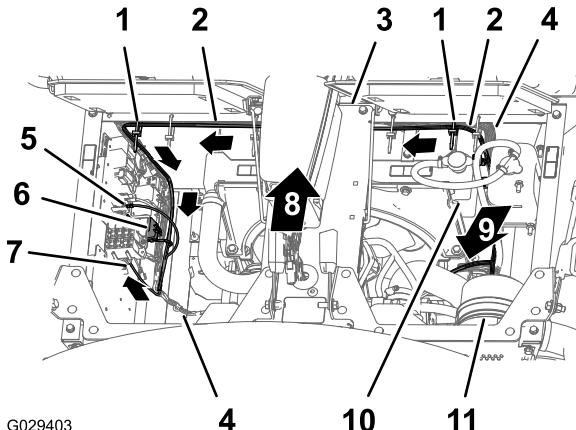

Figura 12
3. Encaminhe a secção da cablagem de 197 cm do compartimento do motor para baixo ao longo do lado esquerdo do radiador, através da parte inferior do painel elétrico (Figura 12).
4. Prenda a cablagem do kit de acabamento à cablagem da máquina com duas braçadeiras de cabos como se mostra na Figura 12.